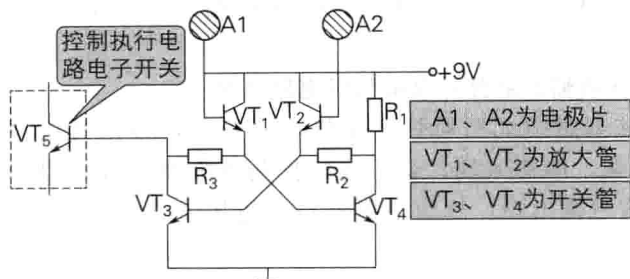

图 1-13 触摸式照明灯的触发控制电路
② 触发控制电路。图 1-13 所示为本例触摸式照明灯的触发控制电路，其功能为接收人体感应信号，经放大后控制电子开关的工作状态，从而实现触摸式照明灯控制功能。
由图 1-13 可见，本例触摸式照明灯的触发控制电路由触摸电极片 A1、A2、晶体管 $VT_1 \sim VT_4$ 和电阻器 $R_1 \sim R_4$ 组成。其中 VT_3 、 VT_4 和 $R_1 \sim R_4$ 组成双稳态触发器。